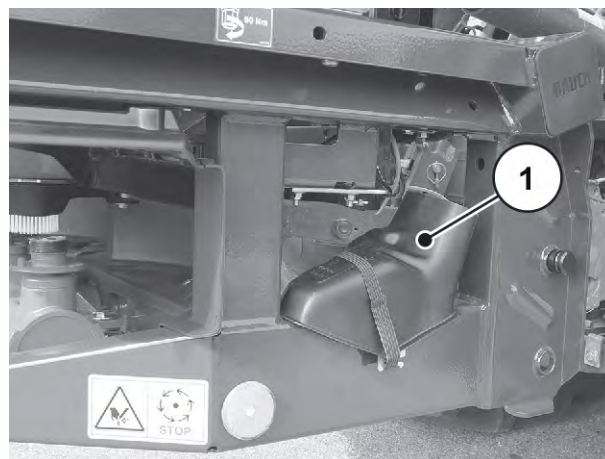

Fig. 35: Plassering av kalibreringssklien
- Klargjør kalibreringssklien. Se *Fig. 35 Plassering av kalibreringssklien*